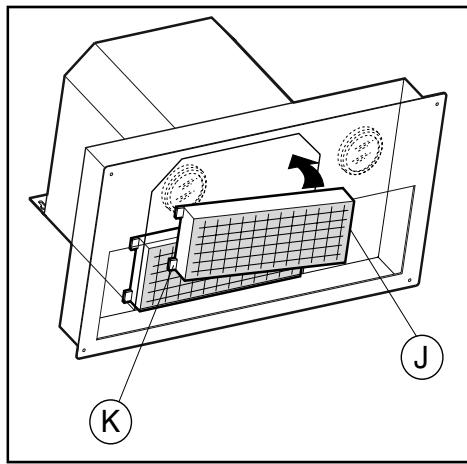
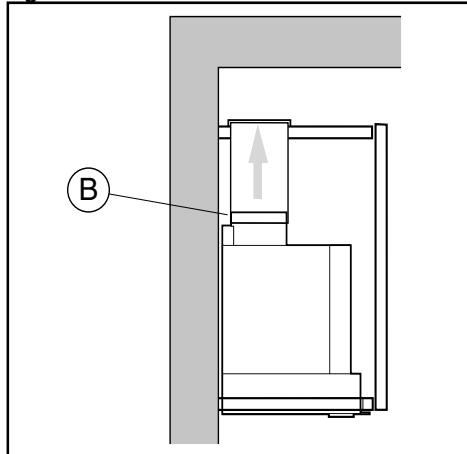

Fig.4
Fig.6
Les filtres au charbon actif servent à épurer l'air qui sera expulsé à nouveau dans la pièce. Ces filtres ne sont pas lavables ou régénérables et doivent être changés tous les 4 mois au maximum. La saturation du charbon actif dépend du temps d'utilisation de la hotte, du type de cuisine et de la fréquence à laquelle vous nettoyez le filtre à graisse. Les filtres rectangulaires doivent être positionnés dans le groupe aspirant, à l'intérieur de la hotte. Enfiler les axes (K) du filtre dans leur support (voir fig.4). Vous devez donc vous servir des poignées spécialement prévues à cet effet, donc, avec un mouvement de rotation vers le haut enfiler les axes (J), se trouvant vers la poignée dans leur propre support. Pour effectuer cette opération, retirer la grille **G** (fig.2). L'air est alors recyclé dans la pièce grâce au tube de connection passant au travers du meuble et relié à l'anneau du raccord **B** (fig.6).